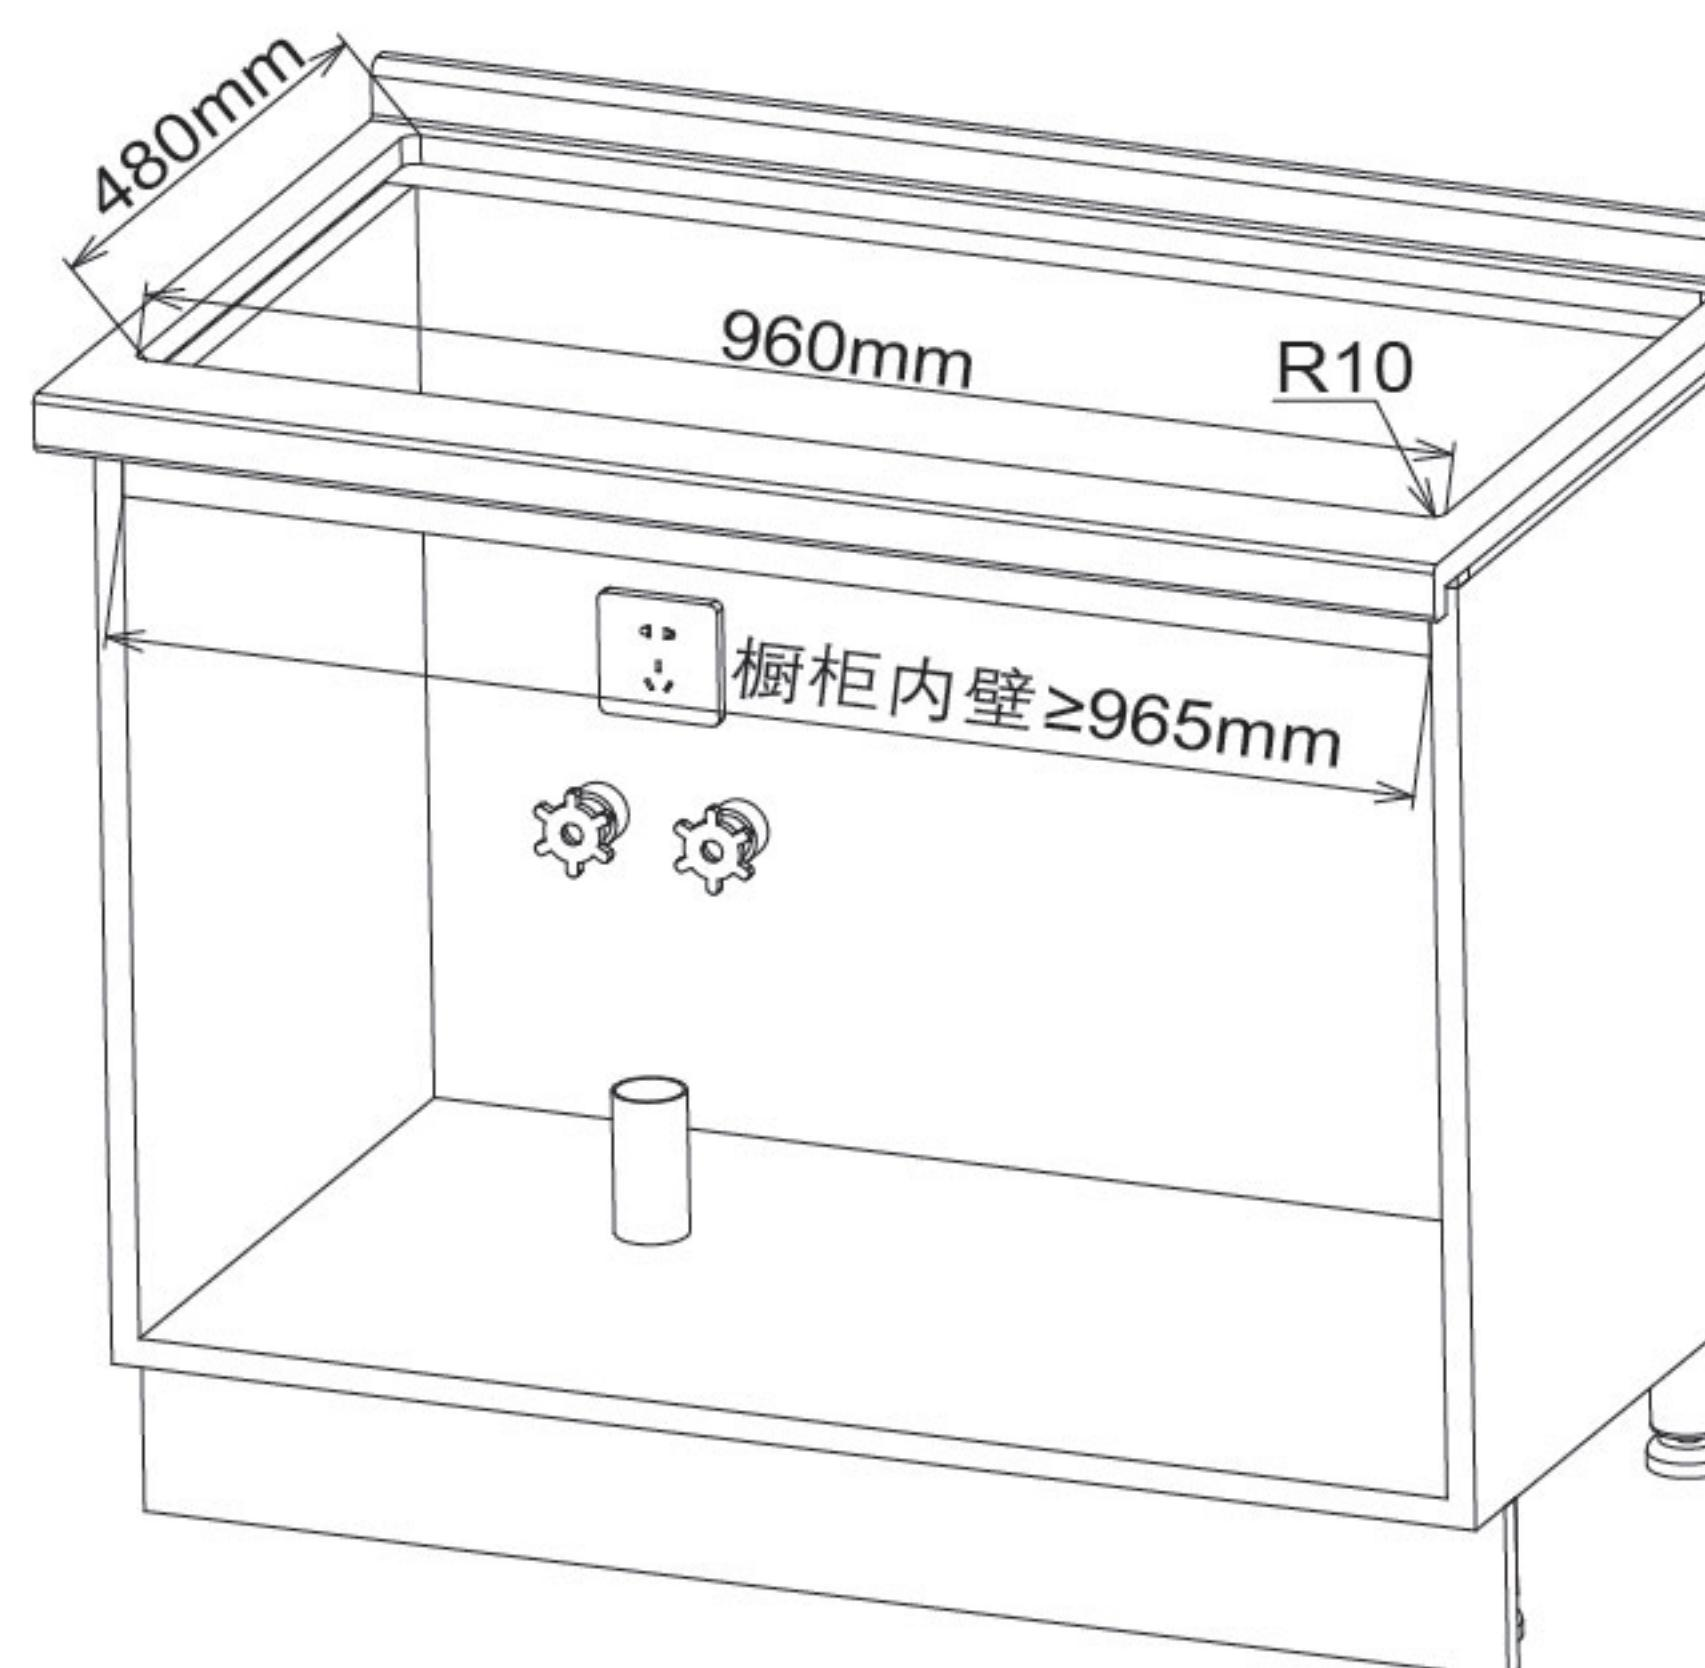

图1
1. 台面开孔尺寸：960\*480\*R10mm，详见图1所示；
2. 台面和橱柜要求：橱柜深度（不含门板）≥540mm，橱柜内壁宽度≥965mm，台面深度≥600mm，台面至地面高度≥800mm，详见图1和图2所示；